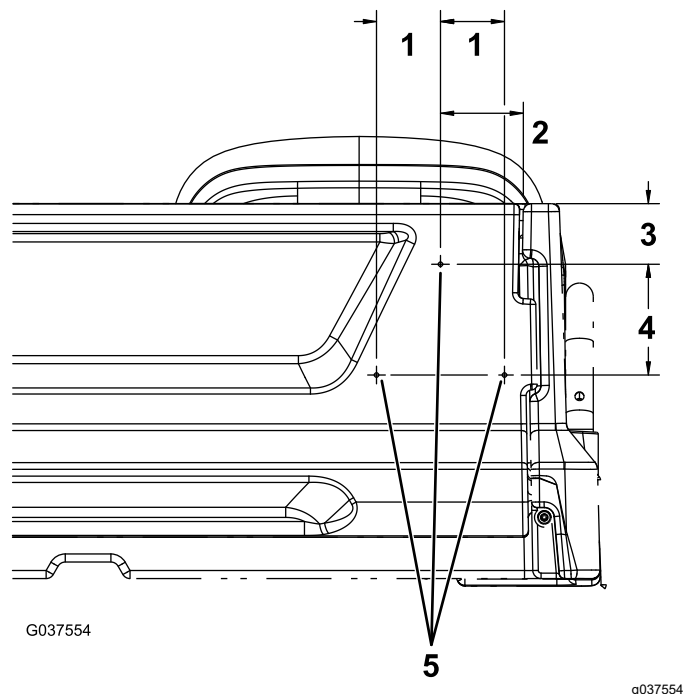

Figura 13
dalla parte superiore della sponda posteriore e contrassegnate la posizione (Figura 13).
- Misurate 128 mm verso il basso dal foro contrassegnato nel passaggio 1, poi 74 mm a destra e sinistra e contrassegnate le 2 posizioni (Figura 13).
- Praticate un foro di 5 mm in ciascuno dei 3 punti segnati (Figura 13).